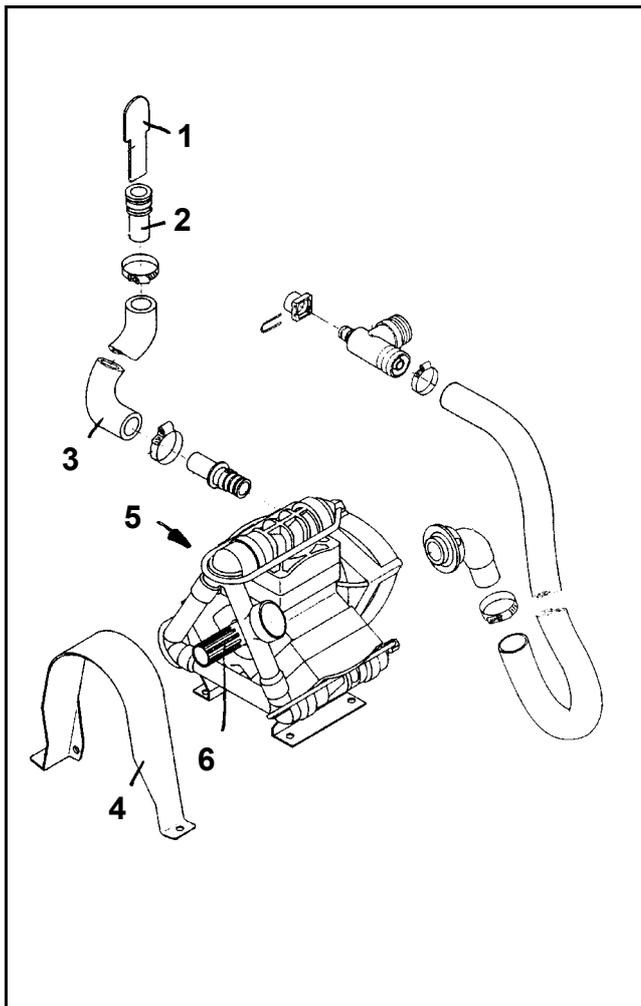
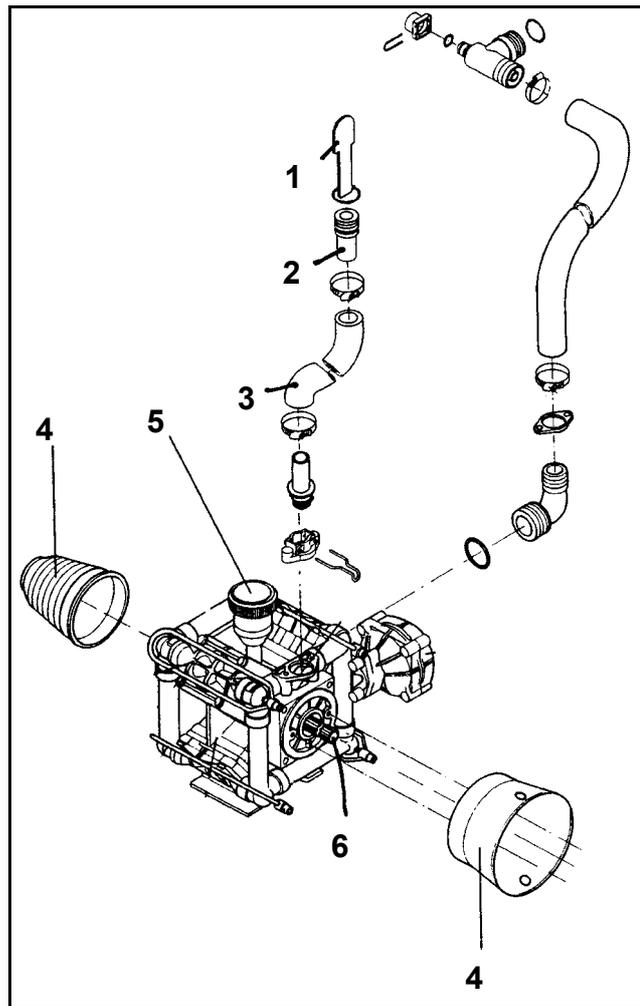
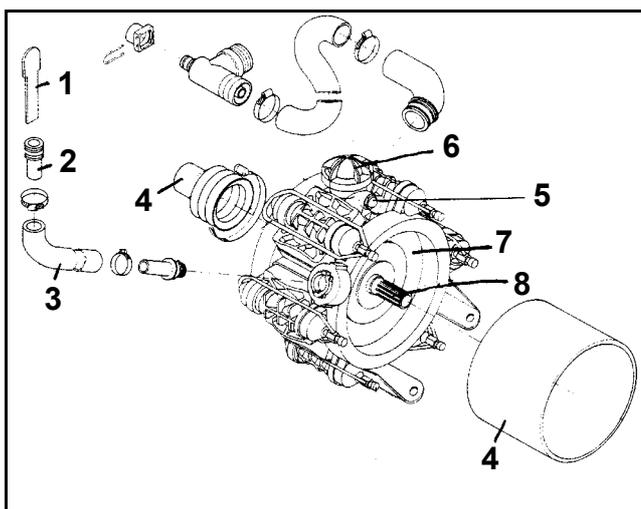

Fig. 33
Fig. 34
Fig. 35
- Otez le couvercle du vase (Fig. 33/ 5, Fig. 34/ 5, Fig. 35/ 5) et la membrane (pompe 6 pistons-membranes exclusivement).
- Tournez l'arbre d'entraînement (Fig. 33/ 6, Fig. 34/ 6, Fig. 35/ 8) à la main, jusqu'à ce que toute l'huile usagée soit évacuée.
- Enlevez le flexible de pression (Fig. 33/ 3, Fig. 34/ 3, Fig. 35/ 3) de la pompe.